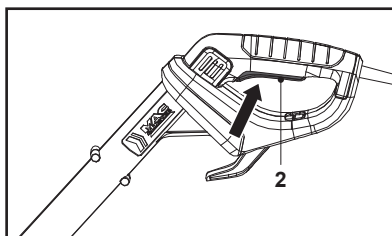

Fig. 15
1. Ține produsul cu o mână pe mânerul auxiliar (15) și cu cealaltă mână pe mânerul principal (1).
2. Apasă comutatorul de pornire / oprire (2) pentru a porni produsul (fig. 15).
3. Eliberează comutatorul de pornire / oprire (2) pentru a opri produsul.